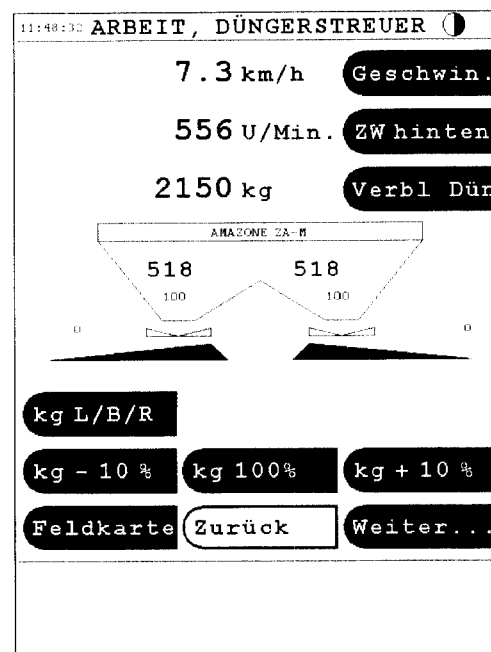

Fig. 24
*Für ZA-M und ZA-M Profis (Fig. 24)*